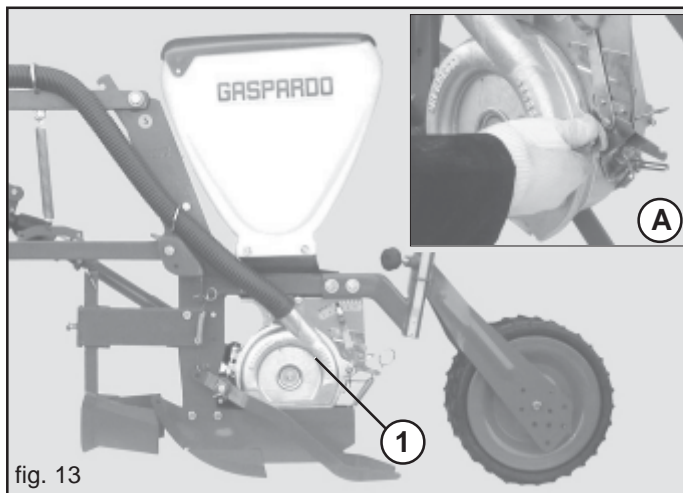
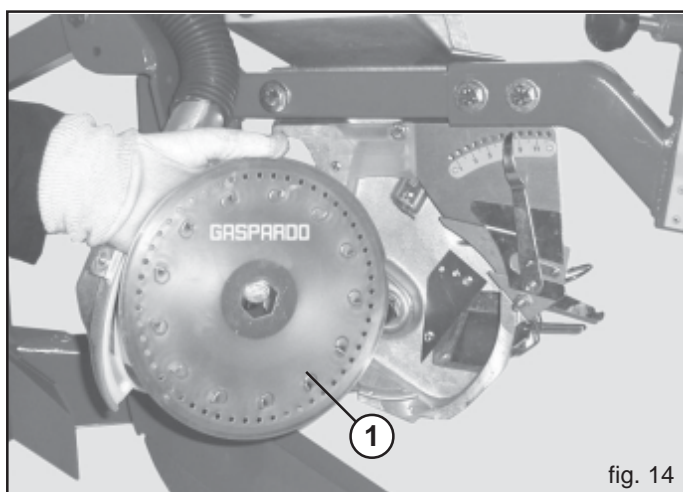

fig. 13
fig. 14
En el interior de los distribuidores (1 Fig. 13) se monta un disco (1 Fig. 14) **seleccionado en función del tamaño de la semilla** (la semilla no deberá poder pasar por el agujero).
- El disco tiene que estar montado con las espigas (1 Fig. 14) dirigidas hacia el interior del distribuidor.
- Apretar la tuerca de aletas de cierre de la tapa sólo con las manos (A Fig. 13).
- 4) Destornillar y sacar la tuerca de aletas (A Fig. 13);